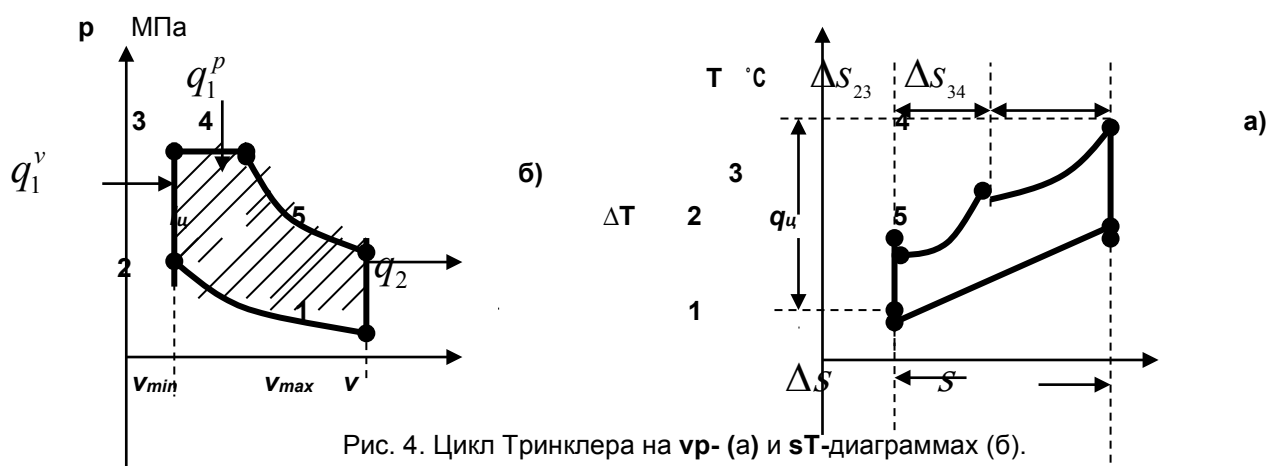

Рис. 4. Цикл Тринклера на **vp**- (а) и **sT**-диаграммах (б).
На рис. 4 приведены **vp**- (а) и **sT**-диаграммы (б) цикла ДВС со смешанным подводом теплоты (Тринклера).
2.2.1. Количество подведенной теплоты $Q_1 = q_1^v + q_1^p$ (рис. 4). В процессе $2 \rightarrow 3$ осуществляется изохорический подвод теплоты $q_1^v = c_v(T_3 - T_2)$, а в процессе $3 \rightarrow 4$ – изобарный подвод теплоты $q_1^p = c_p(T_4 - T_3)$. Таким образом, количество подведенной теплоты $Q_1 = c_v(T_3 - T_2) + c_p(T_4 - T_3)$.
плоской фигуры, контуром которой является цикл. На рис.4а эта площадь заштрихована. При этом работа произвольного процесса $a \rightarrow b$ в общем случае определяется из выражения
данный процесс. Чтобы найти площадь заштрихованной фигуры (рис. 4а), нужно площадь прямоугольника под отрезком $3 \rightarrow 4$ сложить с площадью криволинейной трапеции под дугой $4 \rightarrow 5$ и вычесть площадь криволинейной трапеции под дугой $1 \rightarrow 2$. Поэтому работа нашего цикла будет равна